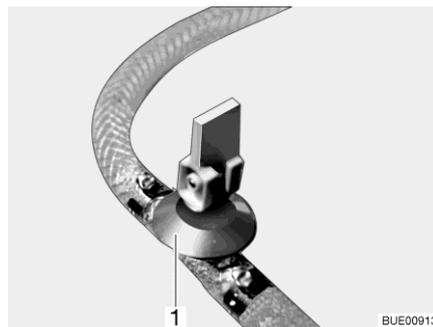

Fig. 145 Robinet de vidange
- Fermer le(s) robinet(s) de vidange. Placer le levier à bascule (Fig. 145,1) en position horizontale.
- Ouvrir le(s) robinet(s) de vidange (Fig. 145). Pour cela, placer le levier à bascule (Fig. 145,1) en position verticale. Le chauffe-eau se vide à l'extérieur.